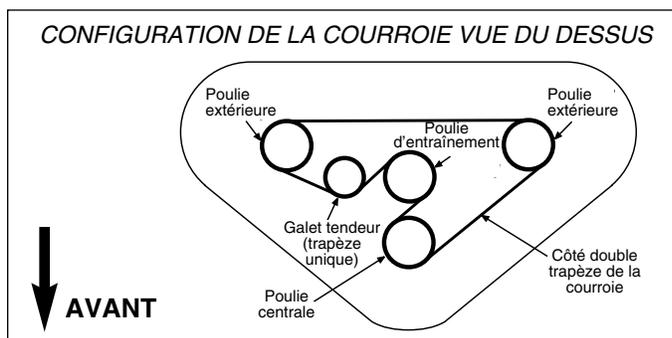

Figure 42. Configuration de la courroie de la tondeuse de 137 cm
7. Installer la nouvelle courroie comme illustré sur le schéma de la figure 42.